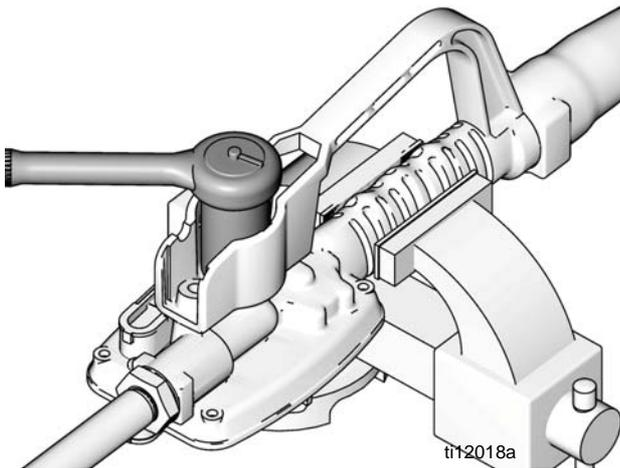

FIG. 19
8. Utilice un manguito de 1-16 pulgadas de profundidad para ajustar el conector de la válvula de cartucho (FIG. 19). Ajuste con una fuerza de torsión de 20 a 30 pies-libras.